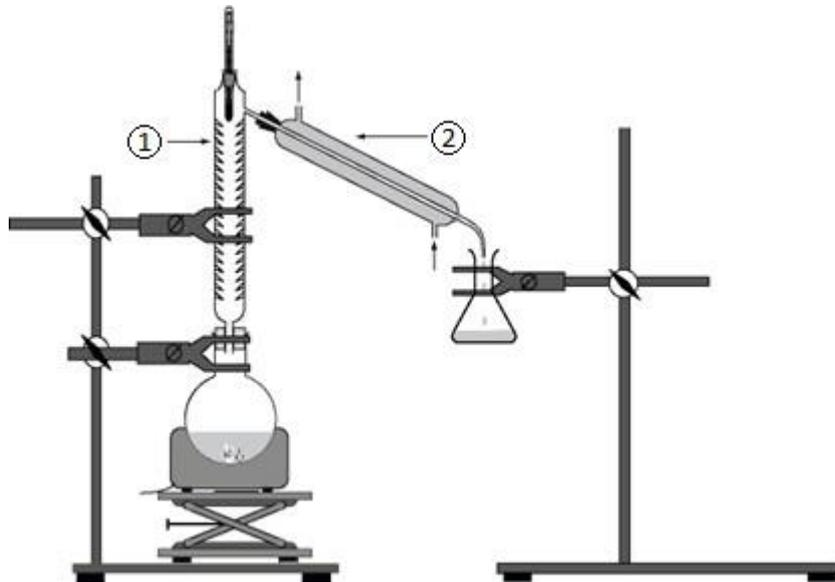

figure 1 : montage d'un des deux protocoles de synthèse.
3. Indiquer auquel des deux protocoles correspond le schéma de la **figure 1**.
4. Donner les noms des éléments de verrerie numérotés ① et ② sur le montage de la **figure 1**